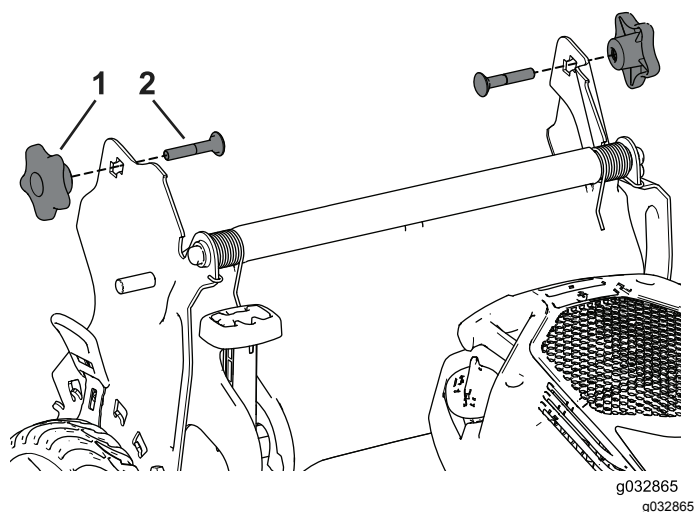

Figura 27
3. Inserte el perno de cuello cuadrado (con la cabeza del perno hacia el interior) a través del soporte del manillar y del orificio superior del extremo del manillar. Asegúrese de que los bordes cuadrados de cada perno de cuello cuadrado entre en el orificio cuadrado superior o inferior de su soporte del manillar relacionado (Figura 27).